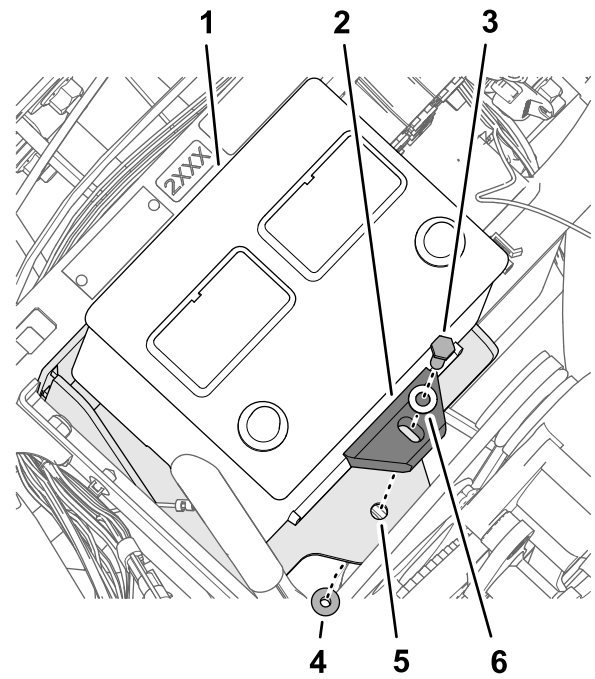

Figure 175
5. Fixez la batterie à son support avec le boulon (5/16 x 1-3/4"), la rondelle (5/16"), le dispositif de retenue et le contre-écrou à embase (5/16"), comme montré à la Figure 175.